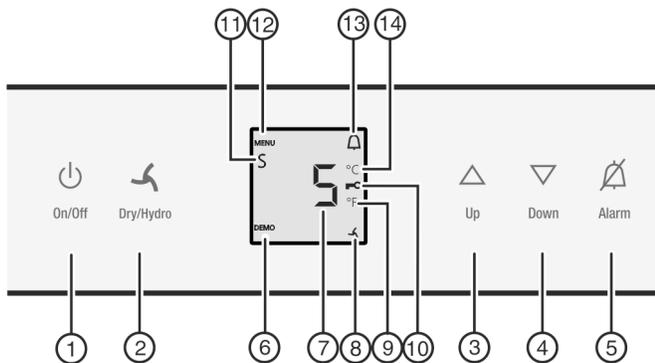

Fig. 2
- Appuyer sur la touche On/Off Fig. 2 (1).
- ▶ Activer le mode de réglage : Appuyer sur la touche Dry/Hydro Fig. 2 (2) pendant 5 secondes environ.
- ▷ Le symbole menu Fig. 2 (12) s'allume.
- ▶ Régler le nombre de ° avec la touche de réglage Up Fig. 2 (3)/ Down Fig. 2 (4).
- ▶ Confirmer : Appuyer brièvement sur la touche Dry/Hydro Fig. 2 (2).
- ▶ Quitter le mode de réglage: Appuyer sur la touche On/Off Fig. 2 (1).
- ▶ Activer le mode de réglage : appuyer env. 6 s. sur la touche Dry/Hydro Fig. 2 (2).
- ▷ Le symbole Menu Fig. 2 (12) est allumé.
- ▶ Confirmer en appuyant brièvement sur la touche Dry/Hydro Fig. 2 (2).
- ▶ Appuyer brièvement sur la touche Dry/Hydro Fig. 2 (2) pour activer la sécurité enfants.
- ▷ Le symbole Sécurité enfants Fig. 2 (10) est allumé. **c** clignote à l'écran.
- ▶ Appuyer brièvement sur la touche Dry/Hydro Fig. 2 (2) pour désactiver la sécurité enfants.
- ▷ Le symbole Sécurité enfants Fig. 2 (10) s'éteint. **c** clignote à l'écran.
- ▶ Désactiver le mode de réglage : appuyer sur la touche On/Off Fig. 2 (1).
- ▶ Appuyer sur la touche Alarme Fig. 2 (5).
- ▶ Pour appeler la fonction mode Shabbat : Appuyer brièvement sur la touche Dry/Hydro Fig. 2 (2).
- ▶ **Pour activer le** mode Shabbath, appuyer brièvement sur Dry/Hydro Fig. 2 (2).
- ▶ **Pour éteindre le** mode Shabbath, appuyer brièvement sur Dry/Hydro Fig. 2 (2).
- ▷ Le symbole mode Shabbath Fig. 2 (11) s'affiche sur l'affichage de la température tant que le mode Shabbath est actif.